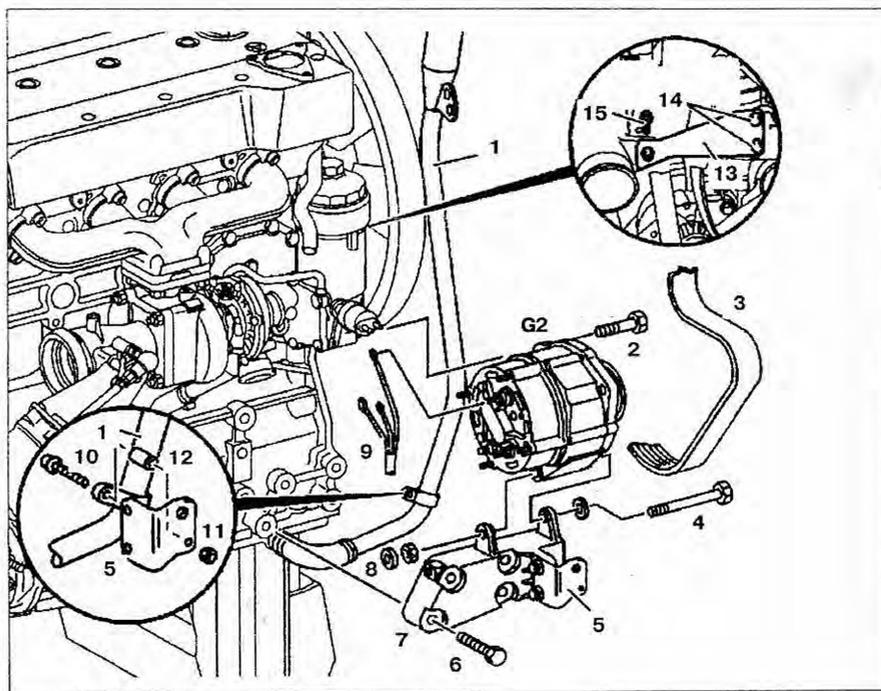

Рис. 3.39. Генератор:
3. Снимите кронштейн **13** крепления трубки подачи сжатого воздуха (рис. 3.39).